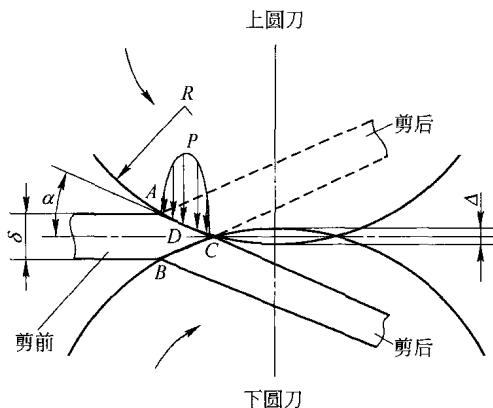

图1 金属板材滚剪原理图
本书所述的金属板材裁切，主要是指滚剪（又称圆盘剪、辊剪）。滚剪的过程和剪切机理较复杂，其剪切质量与被切板材的材质、厚度、硬度、滚切刀外径和刀口锋利度密切相关，很难用一个完整的公式来解析。尽管有学者采用经验公式来分析滚剪的力学过程，但人为的修正因素很多，随意性较大。本书仅以定性方法解释几个主要参数的重要性。图1给出了圆刀滚剪的原理。
(1) 剪切段 AC ：指板材表面与圆刀第一接触点 A 至上下圆刀重叠区的交点 C 相连后的直线段。
(2) 剪切力 P ：板材和圆刀在 AC 段所受的作用力。由图 1 可见，剪切力 P 在整个 AC 段内的分布是不均匀的。在圆刀咬入钢板阶段，板材受压并产生塑性变形，剪切力从零开始逐步增加，达到材料的剪切强度（强度极限，或材料断裂的门槛值）后，钢板开始发生断裂。随后因断裂扩展所需的动力大大低于裂纹形成的动力，即扩展剪裂的作用力比形成剪裂所需的力要小，且随着板材被剪后相连部分面积的减少，所需的剪切力逐渐下降，直至板材被完全剪断，剪切力又返回零位。因此，钢板的滚剪总需经历“咬入、变形、滑移、剪断”的过程。
(3) 咬入角 α ：指剪切段 AC 和被切板材中心线的夹角。其两倍值，工程上称剪切角。咬入角 α 增大，剪切力 P 所产生的水平分力也就会增大。如果此水平分力大于钢板的进料力，板材要么打滑，要么在圆刀前拱起来而无法剪切。但咬入角 α 减小，刀片的直径就会增大，分条机的尺寸也会增大。因此，如何平衡咬入角 α 、刀片直径 D 、材料厚度 δ 及下面我们将提到的重叠量 Δ ，必须参照已有设备的参数和实际工况而定。
(4) 重叠量 Δ ：指上下圆刀的重叠量。在刀片直径 D 、材料厚度 δ 已定的情况下，重叠量 Δ 的变化也会影响咬入角 α 。但其影响不在于能否剪断板材，而在于剪切质量的优劣、